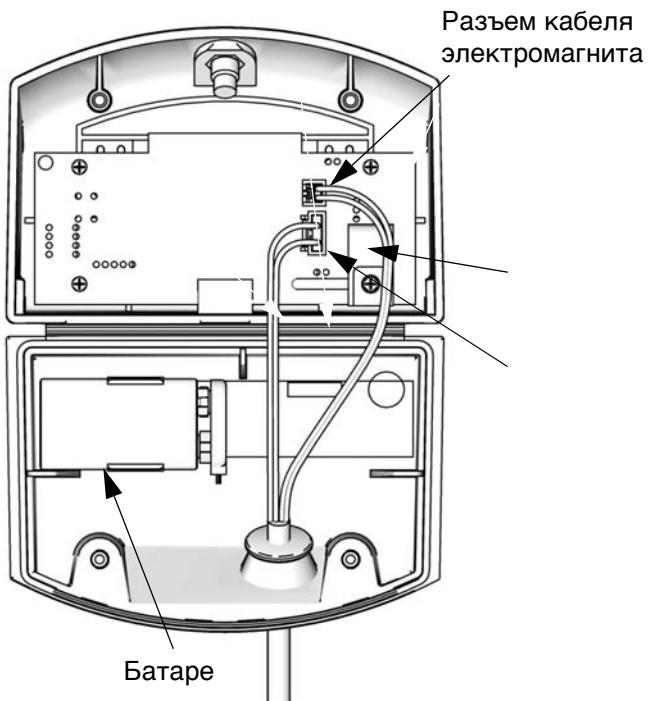

Рис. 18. Расположение батареи модуля DataTrak и плавкого предохранителя
5. Отсоедините отработанную батарею и замените новой одобренной батареей. См. Рис. 18.